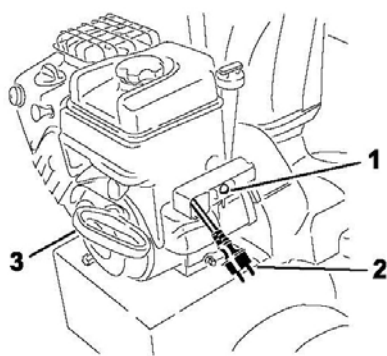

Рисунок 24.
7. Потяните шнур ручного запуска или нажмите кнопку электростартера (Рис. 24).